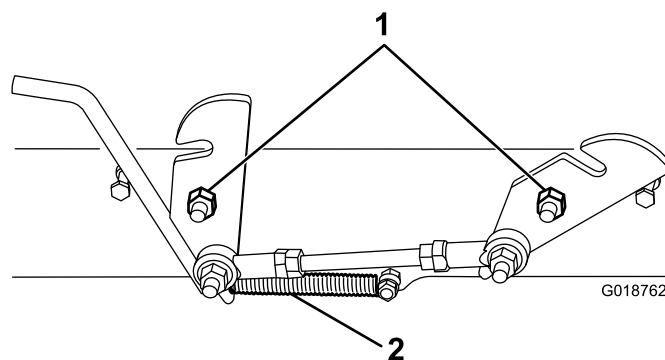

Figura 1
1. Prenda a mola no engate (Figura 1).